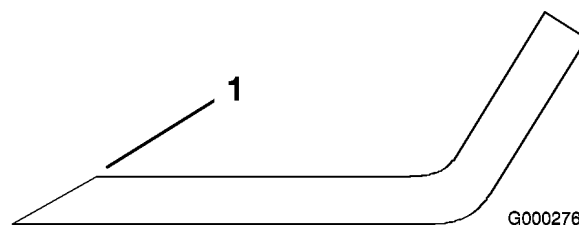

Figure 63
1. Au moyen d'une lime, aiguisez les tranchants aux deux extrémités de la lame (Figure 63). Veillez à conserver l'angle de coupe d'origine. Limez la même quantité de métal sur chacun des deux tranchants pour ne pas déséquilibrer la lame.